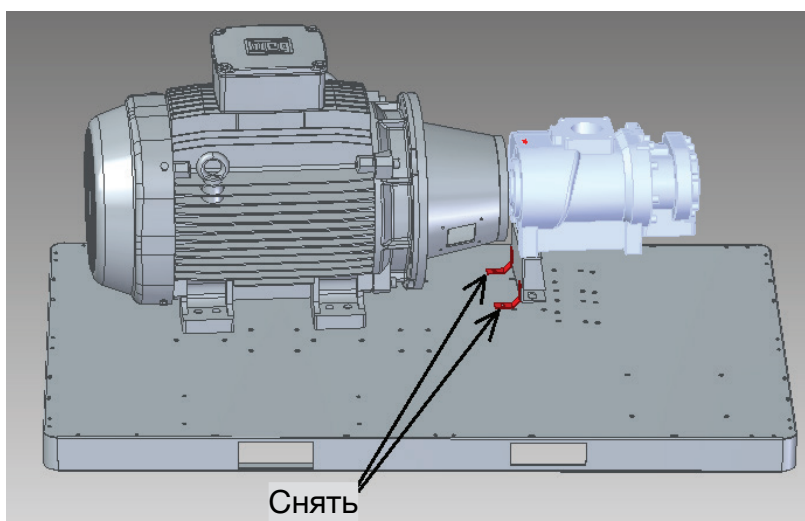

Рис.5.1 Транспортировочные кронштейны
- Снимите два красных транспортировочных кронштейна, расположенных с каждой стороны опоры плиты винтовая пара- двигатель, как показано на рис. 5.1.